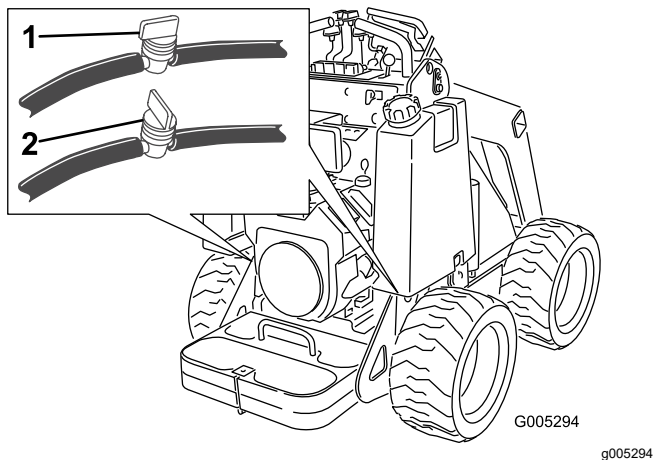

Figura 30
3. Chiudete la valvola del carburante, in fondo a ogni serbatoio del carburante (Figura 30).
3. Chiudete la valvola di intercettazione nel flessibile accanto alla base dei serbatoi del carburante come mostrato nella Figura 30.
8. Aprite la valvola (o le valvole) di intercettazione nel flessibile (o nei flessibili) accanto alla base del serbatoio (o dei serbatoi) del carburante, come illustrato nella Figura 30.